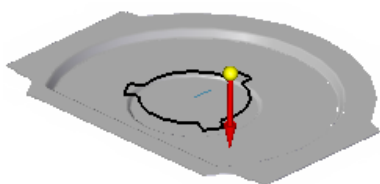
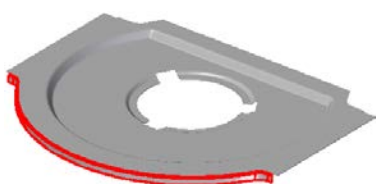

图 8.5.12 定义移除方向
图 8.5.13 轮廓弯边特征 1
(3) 定义法向除料特征属性。在命令条中单击“厚度剪切”按钮和“全部穿透”按钮，并将移除方向调整至图 8.5.12 所示的方向。
(4) 单击按钮，完成特征的创建。
Step6. 创建图 8.5.13 所示的轮廓弯边特征 1。
(1) 选择命令。单击“主页”功能选项卡中“钣金”工具栏中的“轮廓弯边”按钮.
(2) 定义特征的截面草图。